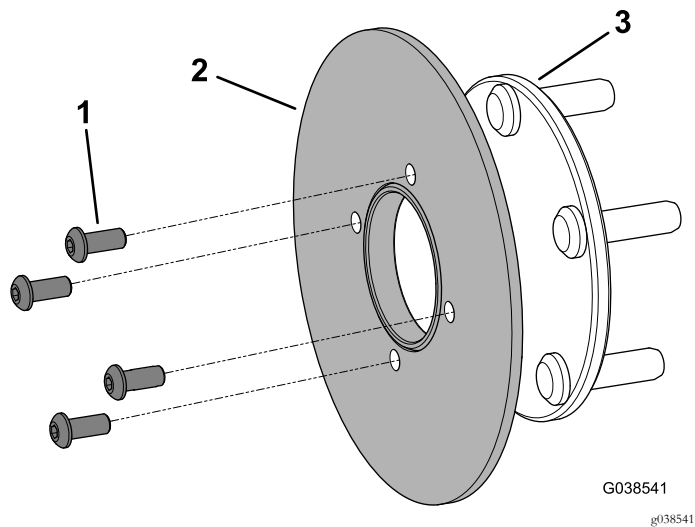

Figura 7
7. Rimuovete i 4 bulloni a esagono incassato (5/16 x 3/4 poll.) e rimuovete il rotore dal mozzo (Figura 7).
6. Montate il rotore sul mozzo utilizzando 4 bulloni a esagono incassato (5/16 x 3/4 poll.), come illustrato nella Figura 7.